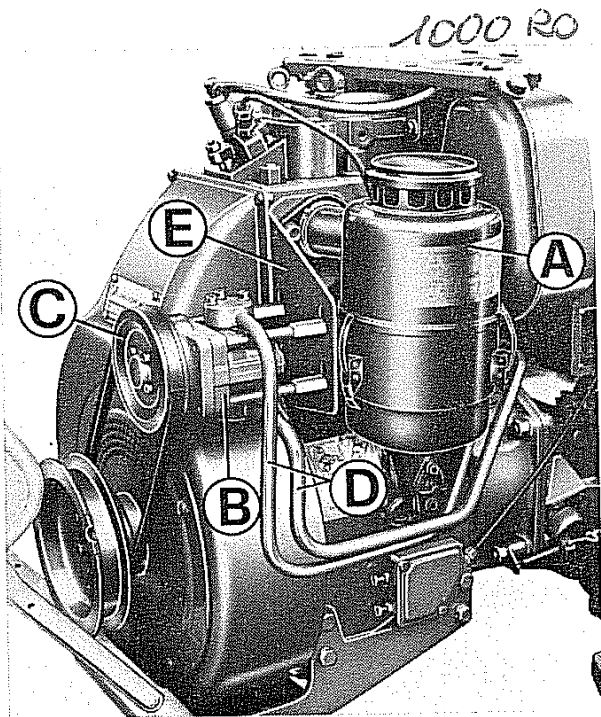

Fig. 61
N.B. - Se si intende lasciare le stegole ripiegate sul cofano, occorre eseguire preventivamente l'attacco della pompa idraulica (Vedi fig. 61) onde evitare di dover girare e rigirare di nuovo le stegole.
- Rimontare il filtro **A** (fig. 61).
- La pompa **B**, la puleggia **C**, e i tubi **D** di fig. 61 si trovano già applicati al supporto pompa **E**.
- Per infilare i tubi **D** (fig. 61) occorre smontare le ruote sul lato opposto.